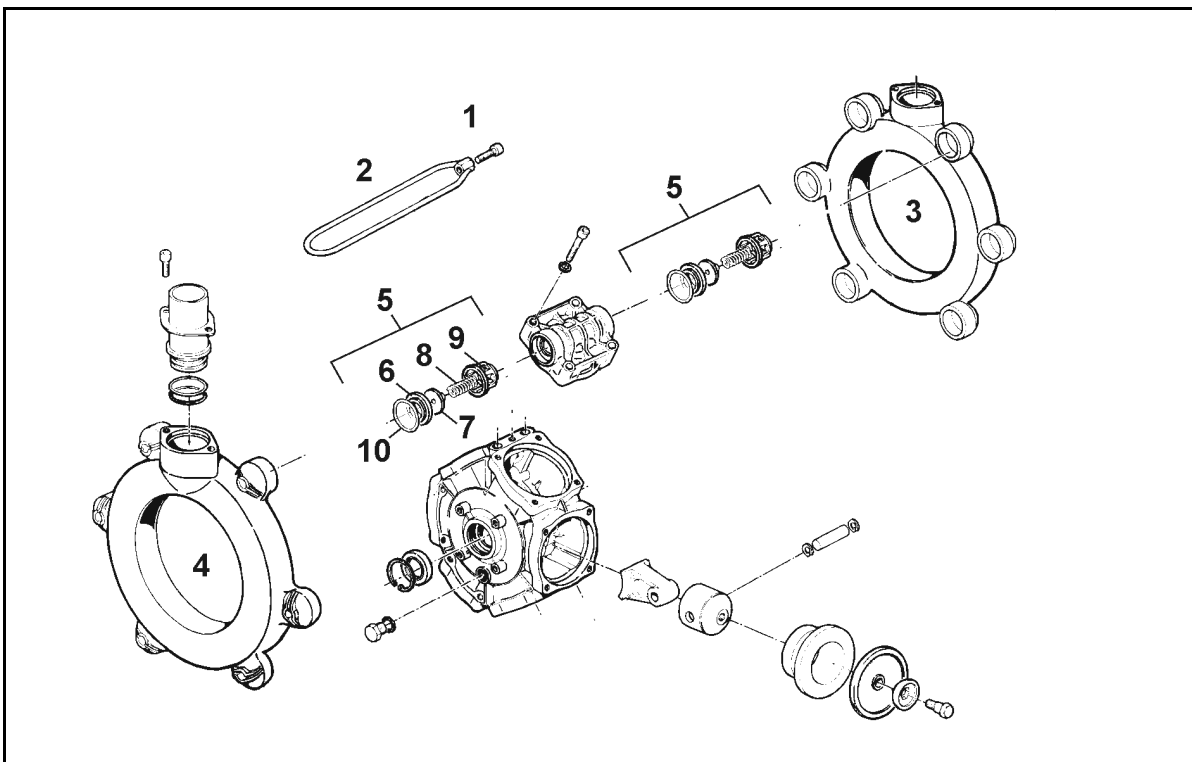

Fig. 157
1. Controlați dacă nivelul uleiului este vizibil la marcajul (Fig. 157/1) când pompa nu este în funcțiune și se află în poziție orizontală
3. Scoateți capacul (Fig. 157/2) și completați cu ulei, dacă nivelul uleiului nu este vizibil la marcajul (Fig. 157/1).
2. Scoateți capacul (Fig. 157/2).
5. Rotiți arborele de antrenare alternant spre dreapta și stânga și alimentați lent cu ulei nou. Cantitatea de ulei corectă se obține când uleiul este vizibil la marcajul (Fig. 157/1).
- Aveți în vedere poziția de montare a supapelor de aspirare sau presiune, înainte de a scoate grupurile de ventile (Fig. 157/5).
- La asamblare aveți în vedere ca ghidajul supapei (Fig. 157/9) să nu se deterioreze. Deteriorările pot duce la blocarea supapelor.
- Strângeți neapărat piulițele (Fig. 157/1,2) cruciș, cu momentul de strângere indicat. Strângerea necorespunzătoare a șuruburilor duce la tensionare și astfel la neetanșeități.
2. Desfaceți șuruburile (Fig. 157/1) și îndepărtați cadrul de strângere (Fig. 157/2).
3. Scoateți canalele de aspirare și de refulare (Fig. 157/3 și Fig. 157/4).
4. Extrageți grupurile de supape (Fig. 157/5).
5. Verificați dacă scaunul supapei (Fig. 157/6), supapa (Fig. 157/7), arcul supapei (Fig. 157/8) și ghidajul supapei (Fig. 157/9) prezintă deteriorări, respectiv uzură.
6. Îndepărtați inelul O (Fig. 157/10).
8. După verificare și curățare, montați grupurile de supape (Fig. 157/5).
9. Introduceți inele O (Fig. 157/10) noi.
10. Prindeți în flanșă canalul de aspirare (Fig. 157/3) și canalul de refulare (Fig. 157/4) pe carcasa pompei și montați cadrul de strângere (Fig. 157/2).
11. Strângeți șuruburile (Fig. 157/1) în cruce, cu un cuplu de **11 Nm**.